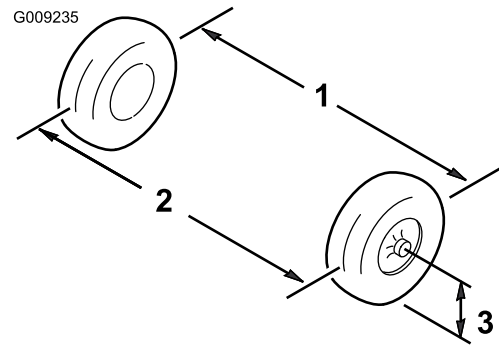

Figura 55
1. Mida la distancia entre los neumáticos delanteros a la altura del eje, en la parte delantera y trasera de las ruedas (Figura 55).